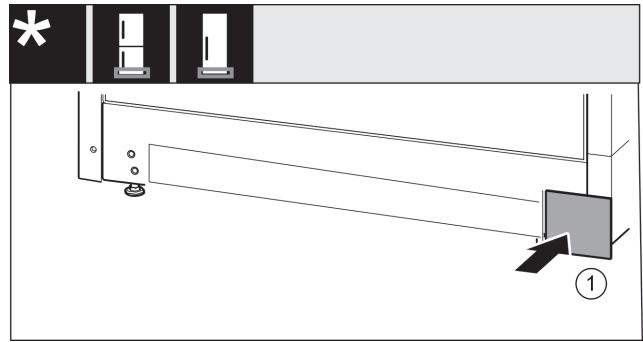

Fig. 26
- ▶ Kryt opět nasad'te na druhé straně. Fig. 26 (1)